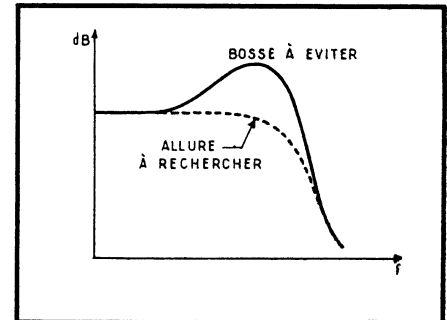

Fig. 93. — Un circuit de correction mal établi peut déformer l'allure de la courbe de réponse.
2. — Il n'est pas indiqué de prendre  $Q$  plus grand que 0,70 environ, car une bosse apparaît alors sur la courbe « corrigée » (fig. 93), ce qui n'est pas souhaitable. Une bosse trop prononcée détermine l'apparition de ce que l'on appelle le « plastique » : contours supplémentaires soulignant les passages brusques, dans le sens horizontal, du noir au blanc ou inversement.